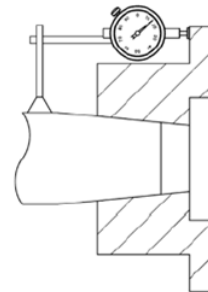

Abbildung 4 - Messuhrenpositionierung zum Aufziehen der Nabe (Beispiel).
- 7.5. Befestigen Sie eine Messuhr zum Messen der axialen Nabenbewegung, wie in Abbildung 4 dargestellt. Alternativ kann die Messuhr auch so montiert werden, dass Sie am Nabenende sitzt. Setzen Sie die Messuhr auf "Null".